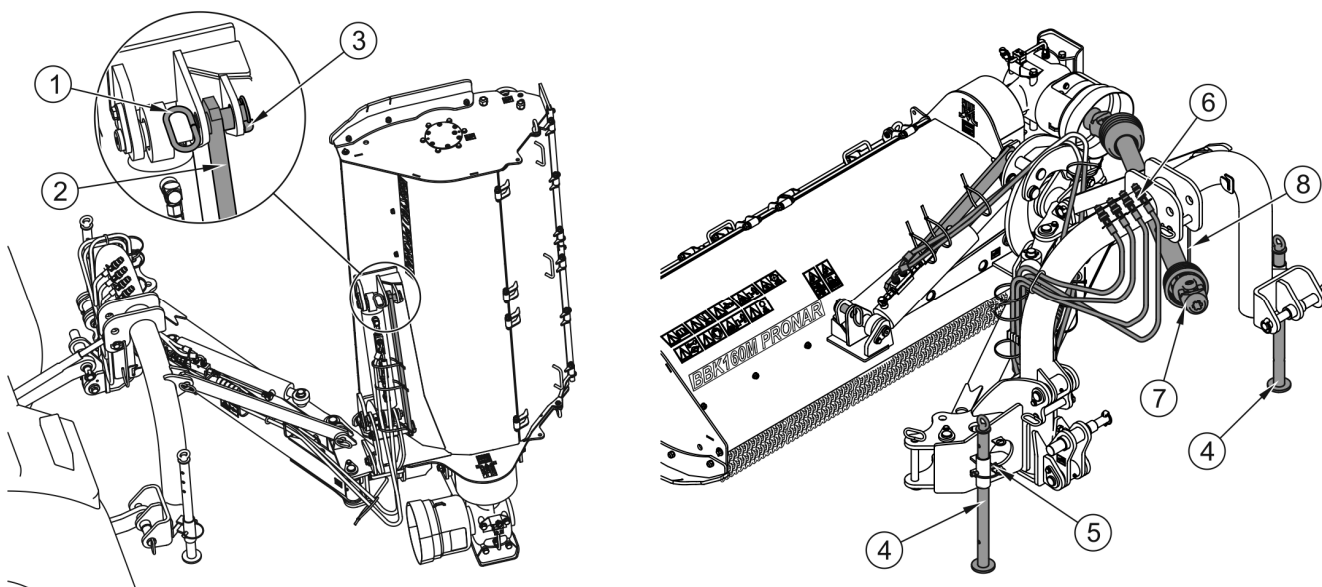

РИСУНОК 4.8 Отсоединение косилки от трактора
Po odłączeniu od ciągnika kosiarka powinna być oparta na podporach (4) (RYSUNEK 4.8) i na wale kopiującym.
- вынуть шкворень (1), освободить блокаду гидроцилиндра (2), разложить косилку до горизонтального положения и установить на основании,
- вынуть чеку (5), опустить опору (4) и снова заблокировать ее чекой (5),
- отсоединить от трактора штекеры (6) гидравлических проводов и поместить на специальные подвески на раме косилки,
- отсоединить телескопический карданный вал (7) от ВОМ трактора и поместить на кронштейне (8),
После отсоединения от трактора необходимо поставить косилку на опору (4) (РИСУНОК 4.8) и опереть на копирующий вал.